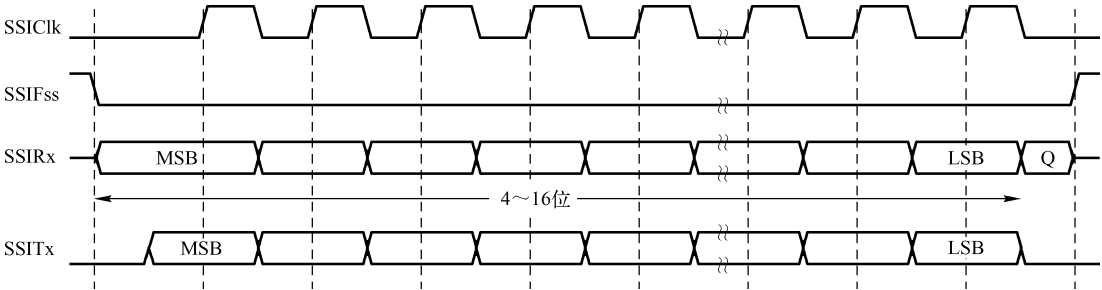
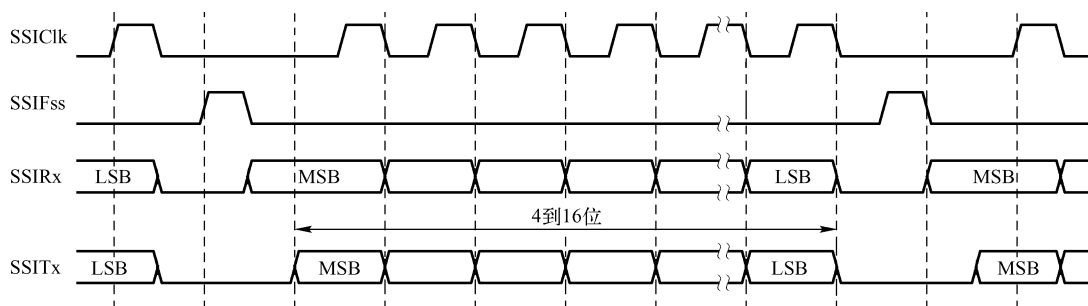

图 9-4 SPO = 0 及 SPH = 0 时 SPI 的帧格式（单次传输）
图 9-5 SPO = 0 及 SPH = 0 时 SPI 的帧格式（连续传输）
① SPO 时钟极性位。在 SPO 时钟极性控制位清零时，将在 SSIClk 引脚上产生稳定的低电平。如果将 SPO 位置位，当未进行数据传输时，会在 SSIClk 引脚上产生稳定的高电平。
② SPH 相位控制位。SPH 相位控制位用于选择捕获数据的时钟沿，并允许数据改变状态。该位的状态对传输的首位影响最大，即是否在首次捕获数据之前忽略时钟的跳变。若 SPH 相位控制位清零，则在第一个时钟跳变沿捕获数据。若 SPH 位置位，则在第二个跳变沿捕获数据。
1) SPO = 0 & SPH = 0 时的 SPI 帧格式。在 SPO = 0 与 SPH = 0 时，SPI 帧格式的单次和连续传输信号时序如图 9-4 和图 9-5 所示。